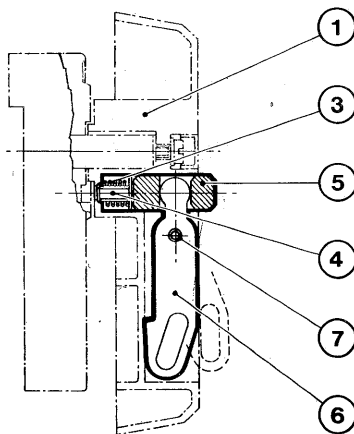

Fig. 26
9.6.2. Dispositivo di blocco a lucchetti (fig. 26)